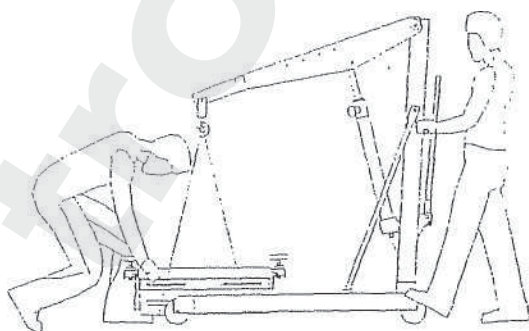

Рис. 1.
- Перемещать траверсу только с использованием сертифицированных подъемных механизмов, т.к. траверса имеет большой вес, рис. 1